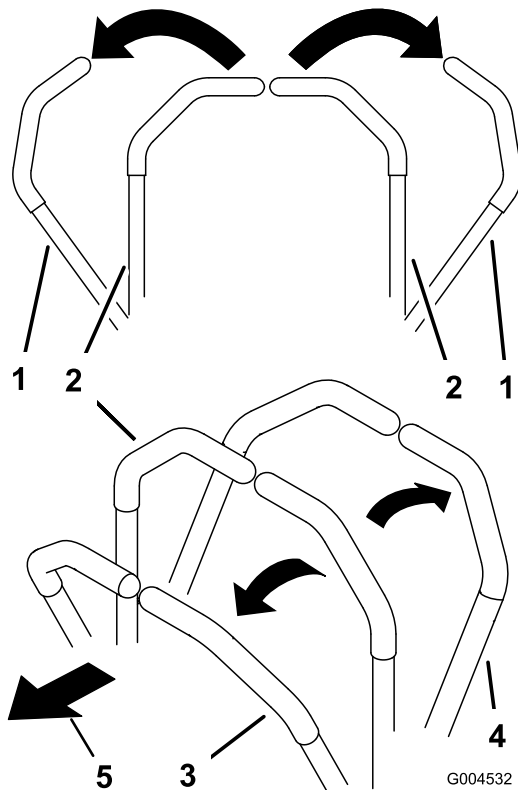

Bild 17
1. Schieben Sie die Fahrtriebshebel (Bild 17) aus der Neutralsperrstellung.
- Schieben Sie für das Vorwärtsfahren die Fahrtriebshebel langsam vorwärts (Bild 17).
- Ziehen Sie zum Rückwärtsfahren die Fahrtriebshebel langsam nach hinten (Bild 17).
- Zum Wenden, ziehen Sie beide Hebel nach hinten, um die Maschine zu verlangsamen; schieben Sie dann einen Hebel an der entgegengesetzten Seite zur Wenderichtung nach vorne (Bild 17).